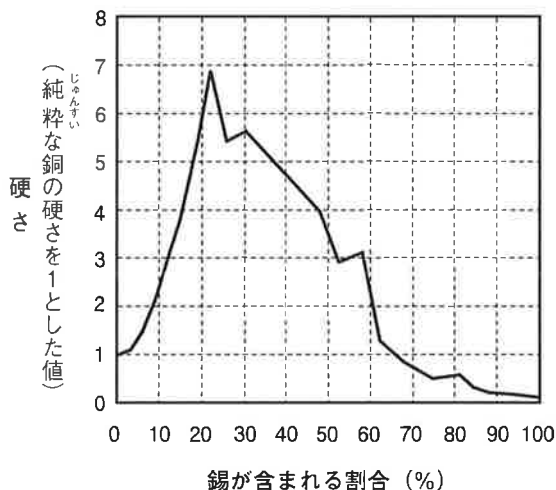
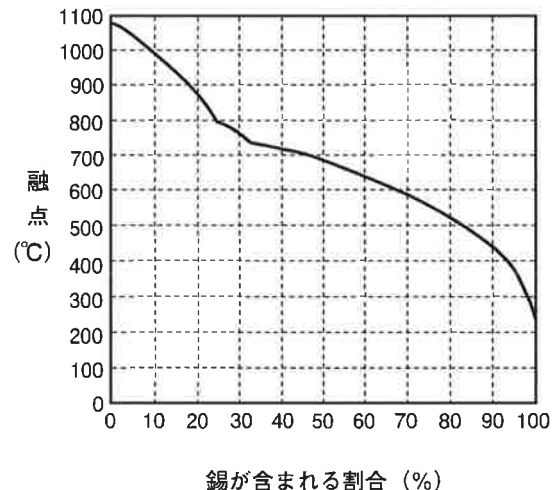

図2. 青銅に錫が含まれる割合と青銅の硬さ
図3. 青銅に錫が含まれる割合と青銅の融点
(1) 青銅は、銅に錫を10数%~50%ほど混ぜてつくります。その理由について、上の図2と図3のグラフからわかることは次のア~オのどれですか。2つ選んで記号で答えなさい。
(2) 錫が30%含まれる青銅を500gつくるとき、必要な銅と錫はそれぞれ何gですか。